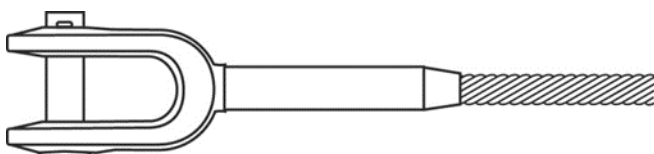

Figura 2: Inserte el cable en el terminal
- Inserte el cable en el terminal y ajústelo con las matrices especificadas (ver figura 2).